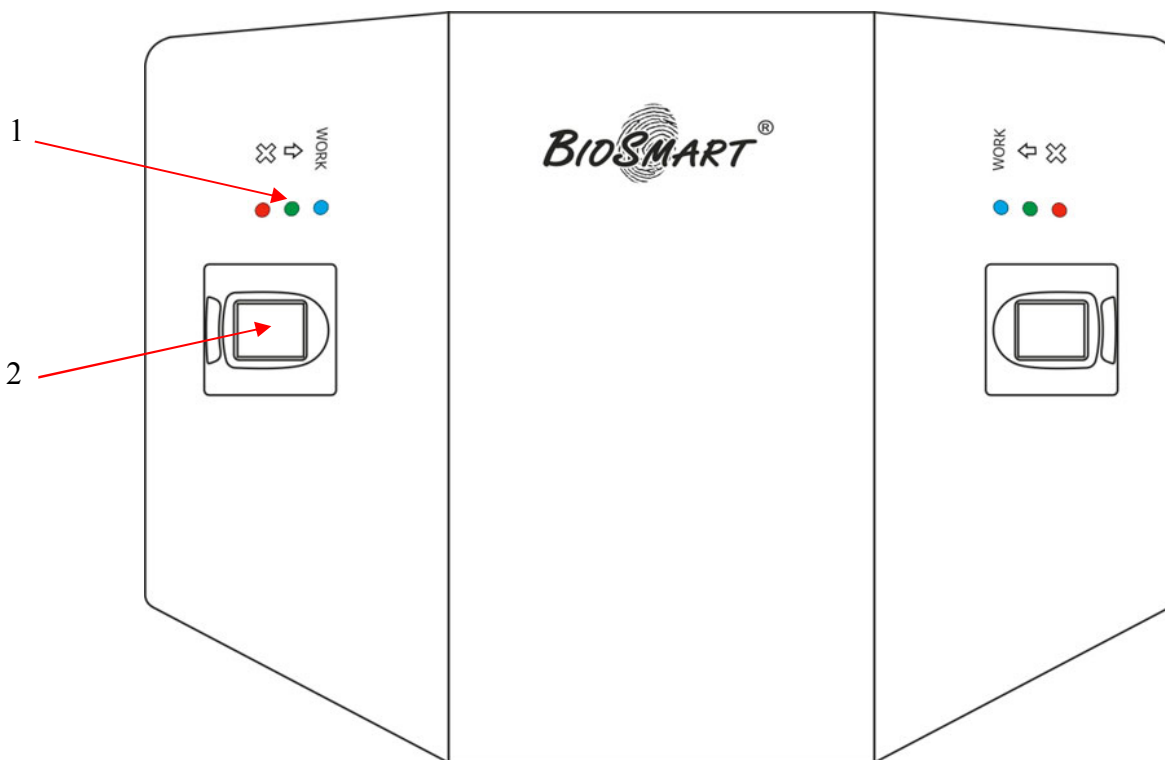

Рисунок 1. Внешний вид контроллера (вид сверху).
Контроллер представляет собой металлический корпус, устанавливаемый на крышку турникета. В корпус контроллера встроены два контроллера «Biosmart 4», биометрические сканеры которых (2) расположены на верхней стенке. Светодиодная индикация работы контроллера (1) расположена рядом с биометрическими сканерами (рисунок 1).